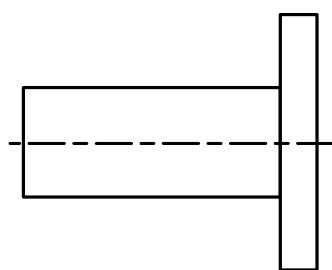

Рис.2
- a) приварить фланцы к прямолинейным отрезкам трубы (к трубопроводу) таким образом, чтобы ось прямолинейного отрезка (трубопровода) была перпендикулярна плоскости фланца, прилегающей к ППР (рис.2);